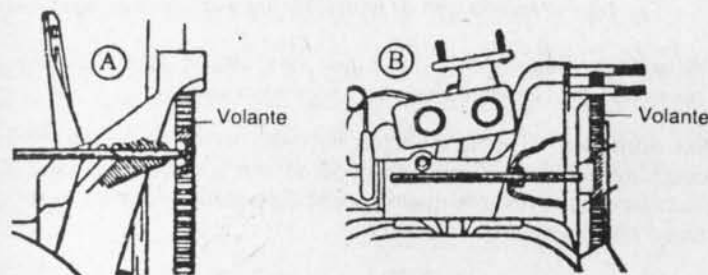

Fig. 4-2.— Punto del encendido
3. Puesta a tiempo.— Para poner a tiempo el motor recién armado o para controles periódicos, se conecta una lámpara portátil o testigo (K) entre el borne "RUP" de la bobina y masa. Se coloca una espiga de 6 mm. de diámetro en el agujero del cárter del embrague o en el cárter motor, según el modelo (Fig. 4-2).